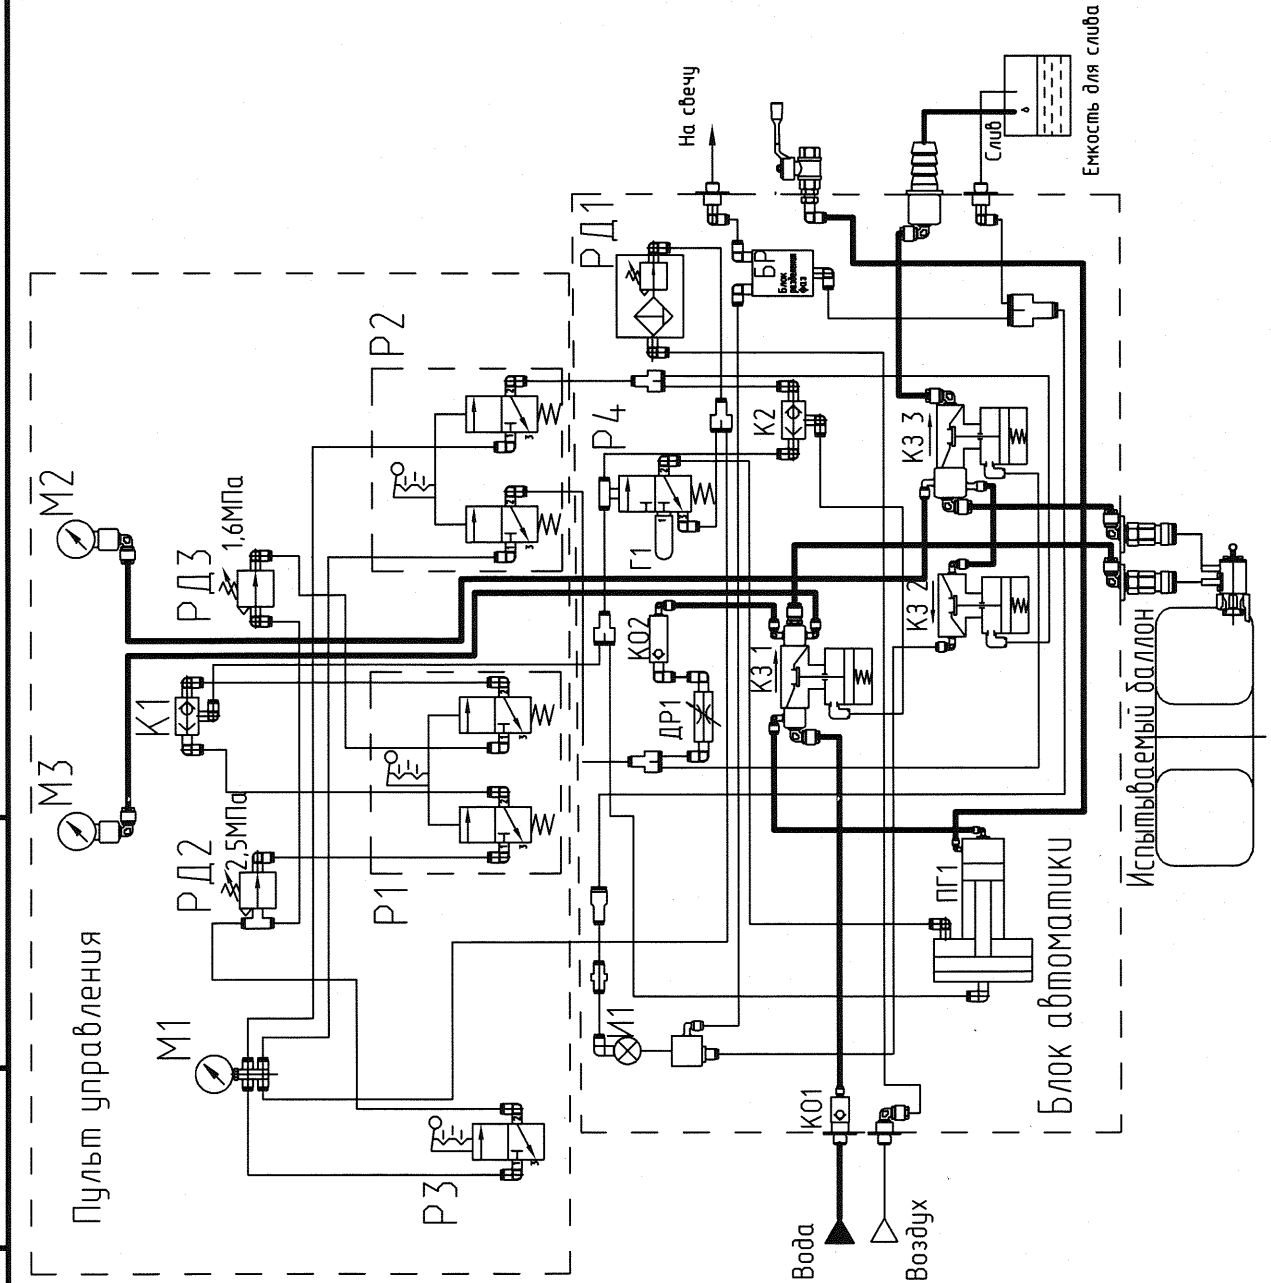

Рисунок 9 – Схема пневмогидравлическая принципиальная
2.3.1 Проверить правильность подсоединения всех коммуникаций установки согласно схемы (рисунок 9) и надписями на корпусе установки («выход на свечу», «слив», «вода», «воздух»).